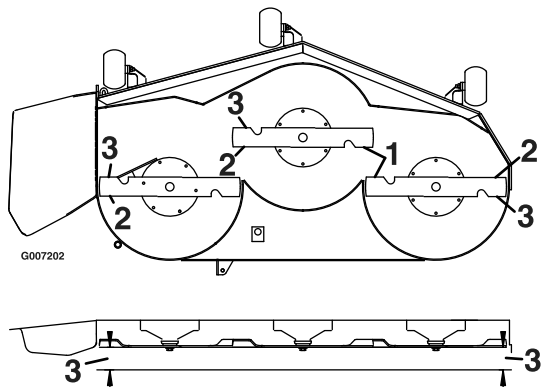

Figura 70
4. Mida entre los bordes de corte exteriores y la superficie plana (Figura 70). Si hay una diferencia de más de 5 mm entre ambas dimensiones, se requiere un ajuste; continúe con el procedimiento de Nivelación.